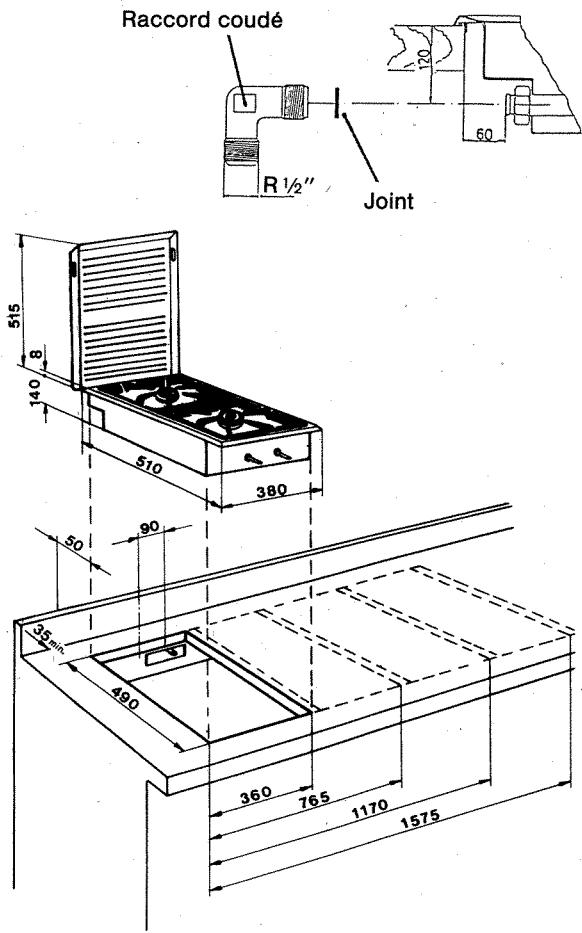

Fig. 3
L'appareil doit être branché avec le raccord coudé R ½" et le joint fourni (voir figure 3), au moyen d'un tuyau d'alimentation rigide ou d'un tuyau souple homologué et conforme à la norme DIN 3383, 1ère partie. La température du bac de la plaque ne dépassant pas 70 K, on peut également utiliser comme conduite d'alimentation un tuyau souple non métallique, offrant une résistance minimale à la température de 70 K.
2. Faire dans le plan de travail une découpe comme indiqué en figure 3. En cas de pose d'un fond intermédiaire, il faut respecter une distance de 150 mm entre le bord supérieur du plan de travail et le fond intermédiaire.